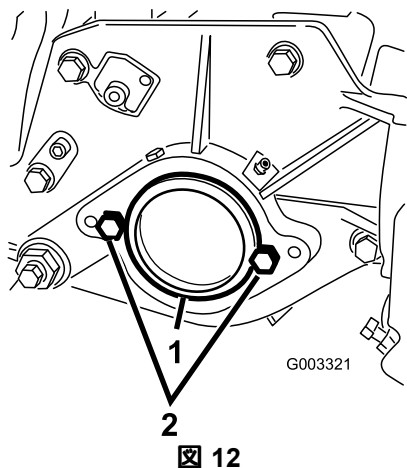

図 12
2. カuttingユニット右側のベアリングハウジングについているプラスチック製のプラグを外す図 12。
3. 右側サイドプレートからキャップスクリュー2本を取り外す図 12。
5. カuttingユニットの左側サイドプレートに、リールモータ取り付け用のキャップスクリュー2本を仮止めする図 12。